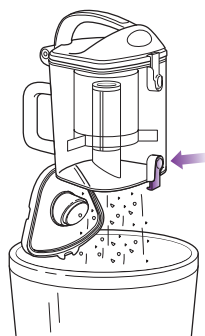

Fig. 19
- 2 Tenir le récipient à poussière au-dessus d'une poubelle et presser le bouton de dégagement de la porte du fond. **(Fig. 19)** Tapez doucement pour le vider. Refermez la porte en appuyant jusqu'à ce que vous entendiez un déclic.